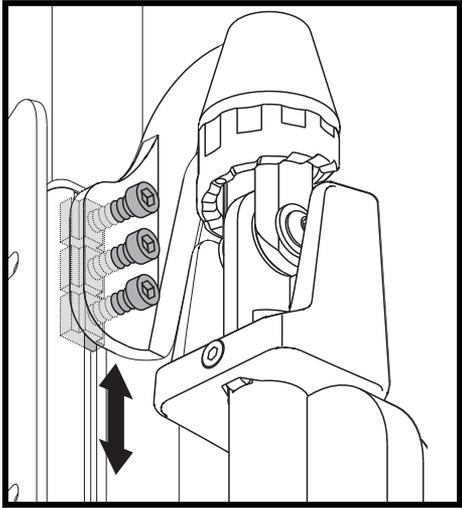

Figure 8. Réglage en hauteur des accoudoirs Cantilever sur inclinaison motorisée
3. Glissez l'accoudoir vers le niveau désiré. Voir la figure 8.